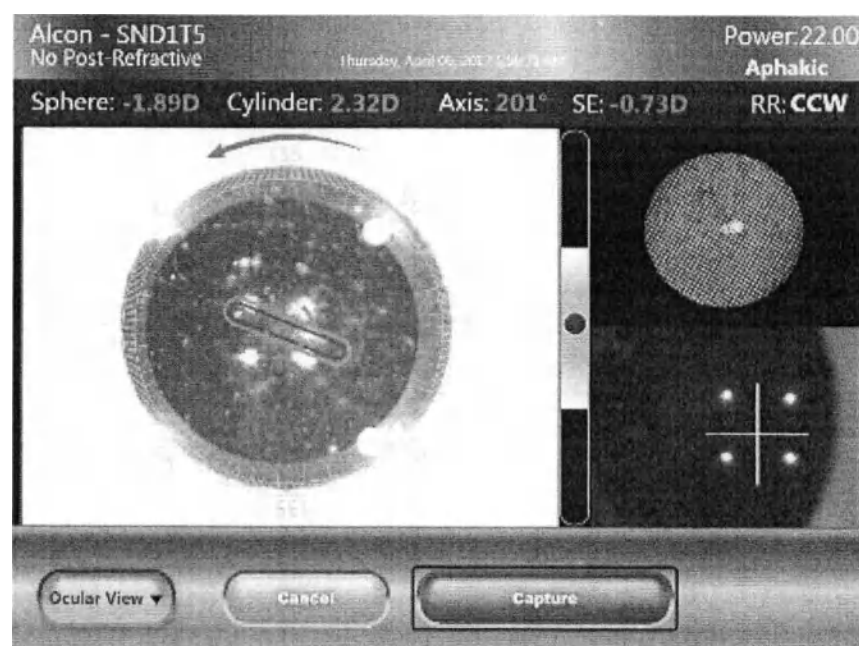

Рисунок 173. Захват псевдофакичного измерения ORA
- На мобильной платформе ORA отображается активный экран предварительного просмотра (Рисунок 173).